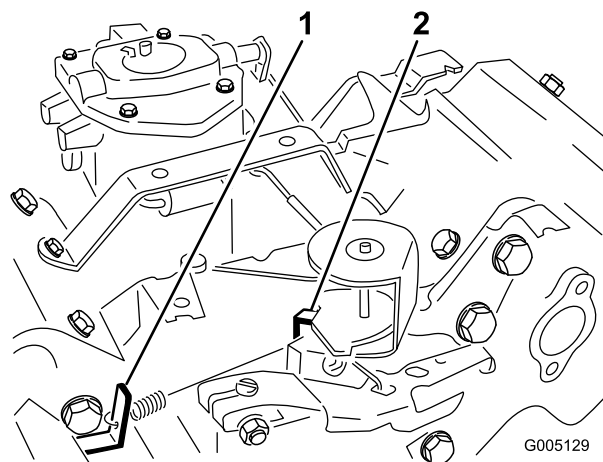

図 48
5. スロットルコントロールをFAST位置とする。高速アイドルスプリングアンカーの耳(図 48)を曲げて、エンジン速度を 3400 ± 50 RPM に調整する。